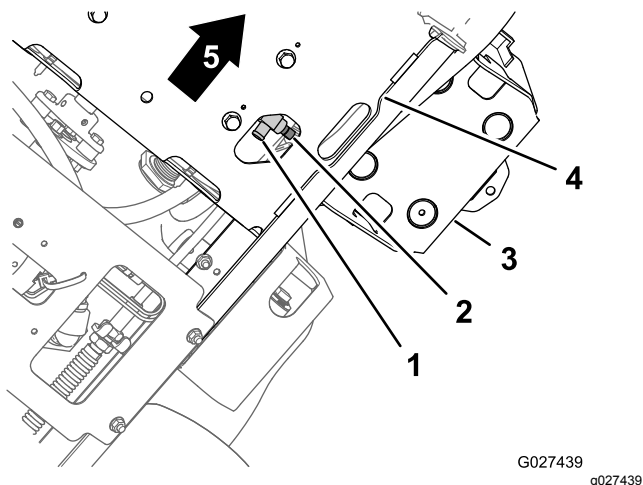

Figura 61
2. Coloque un recipiente de vaciado con capacidad de 1.5 l (1.6 cuartos de galón US) o más debajo del tapón de vaciado de la parte inferior de la chapa de protección y al interior de la bandeja de la batería (Figura 61).
3. Abra la válvula de vaciado girando el vástago con cabeza hexagonal de la válvula en sentido antihorario con una llave (Figura 61).
4. Cierre la válvula de vaciado en sentido horario hasta que la válvula quede bien asentada (Figura 61).